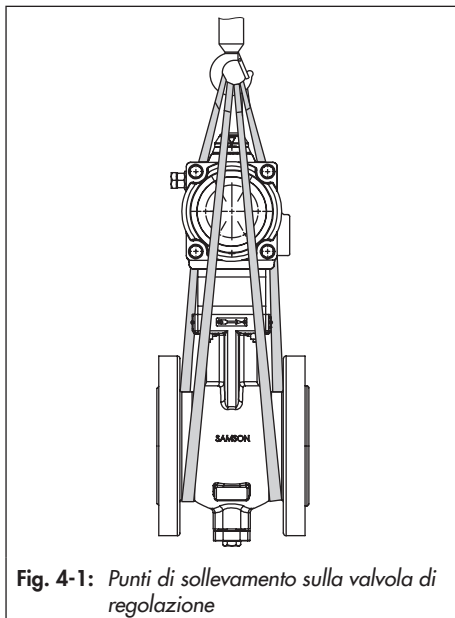

Fig. 4-1: Punti di sollevamento sulla valvola di regolazione
- Come mezzo portante utilizzare un gancio con chiusura di sicurezza (vedere Fig. 4-1), si impedisce così che le imbracature scivolino dal gancio durante il sollevamento e il trasporto.
1. Attaccare una braca di sollevamento alle flange dell'alloggiamento e al mezzo portante (ad es. gancio) della gru o del carrello elevatore, vedere Fig. 4-1.